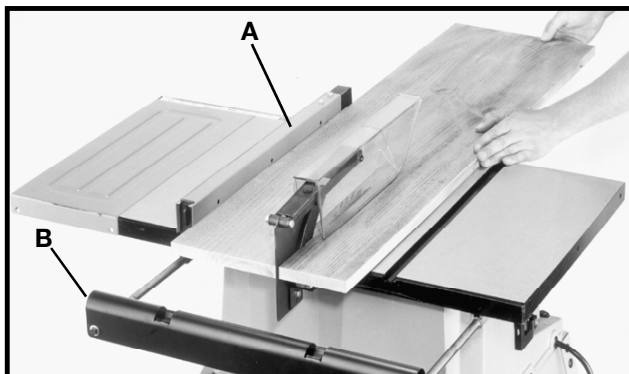

Fig. 46
La coupe d'une planche dans sa longueur est connue sous le nom de sciage en long. Utiliser le guide longitudinal (A) fig. 46, pour positionner et guider la pièce. L'un des bords de la pièce vient s'appuyer contre le guide longitudinal tandis que le côté plat de la planche repose sur la table. Étant donné que la pièce est poussée le long du guide, il doit avoir un bord droit et bien toucher la table. Utiliser le protège-lame de la scie. Il est muni de doigts anti-effet de rebond afin d'empêcher l'effet de rebond, et d'un couteau séparateur pour empêcher le trait de scie de se fermer et de coincer la lame.
1. Démarrer le moteur et avancer la pièce en l'appuyant contre le guide. **Ne jamais** se mettre dans la trajectoire de la scie lors d'une opération de sciage en long. Tenir la pièce des deux mains et la pousser le long du guide et vers la lame de la scie (fig. 46). La pièce peut être guidée sous la lame de la scie avec une ou deux mains. Une fois que la pièce au-delà de la lame de la scie et des doigts anti-effet de rebond, retirer la main de la pièce. Une fois la coupe effectuée, il est possible de laisser la pièce sur la table, de l'incliner légèrement et de la saisir par l'extrémité du protège-lame arrière, ou de la faire tomber de la table, sur le sol. Alternativement, il est possible de continuer de guider la pièce vers l'extrémité de la table, après quoi il faut la déplacer pour la placer le long du bord extérieur du guide. La pièce coupée doit rester sur la table, et ne doit pas être touchée jusqu'à ce que la lame se soit immobilisée, à moins qu'il ne s'agisse d'une grosse pièce pouvant être retirée en toute sécurité. Pour scier en long des planches de plus d'un mètre (trois pieds) de long, on recommande d'utiliser un appui arrière (B) fig. 46, qui s'étend aussi loin que possible pour empêcher la pièce de tomber de la table de la scie.